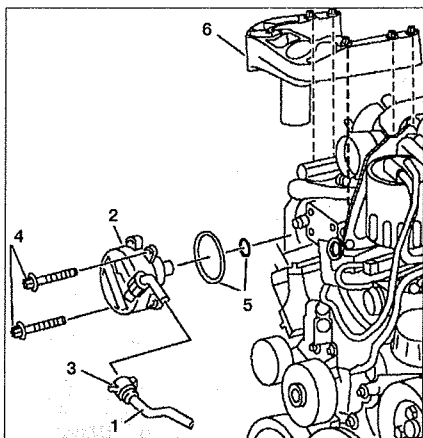

Рис. 5.60. Вакуумный насос:
1. Снимите верхний кронштейн двигателя 6 (см.рис.5.60).